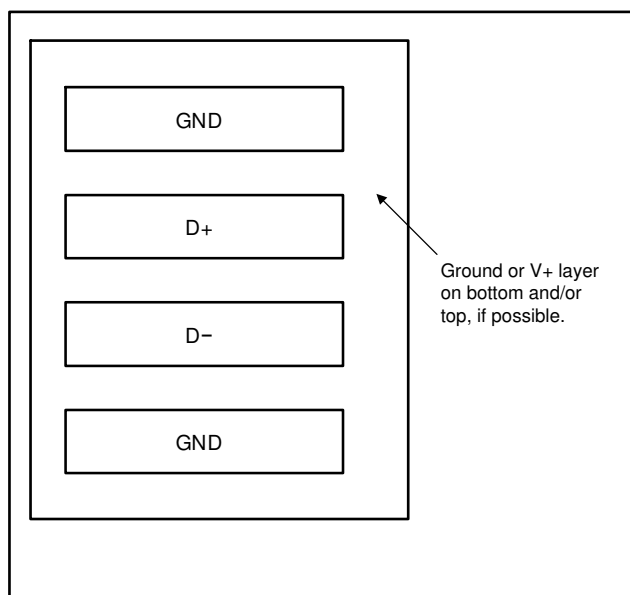

図 9-10. 信号トレースの例
- 図 9-10 に示すように、D+ と D- のトレースは隣り合わせに配線し、グランドガードトレースを使用して隣接する信号から遮蔽します。多層 PCB を使用する場合は、グランド プレーンまたは VDD プレーンの間にこれらのトレースを埋め込んで、外来ノイズ源からプレーンを遮蔽します。テキサス・インスツルメンツでは、5mm (0.127mm) の PCB トレースの使用を推奨しています。